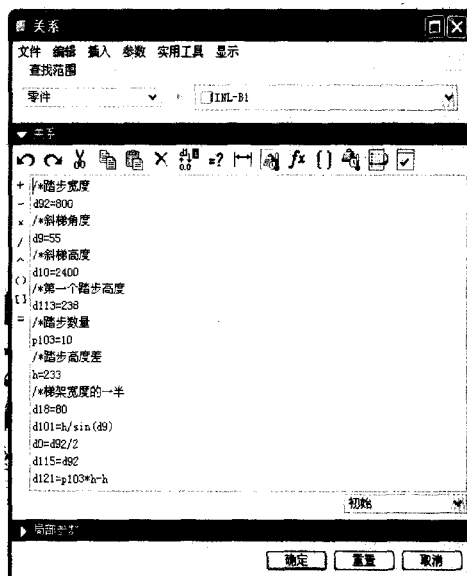

图7 参数和关系的设置表
⑥使用可变截面扫描来建防水挡板,方法与前面做梯架相同。
⑦给斜梯安装螺栓,在插入菜单下面点击用[户定义特征](UDF)插入以前建的螺栓UDF,此时斜梯的建模工作就基本完成了。
⑧参数和关系的设定,为了使该模型能够更好的衍生变化,我们需要定义一些参数如图7所示,这些文字都是可以随意编辑的,其中/*后面的文字是下边一行参数的注释,用户如果想再建一部相似的斜梯,只需修改里面参数的值,然后再生模型即可。